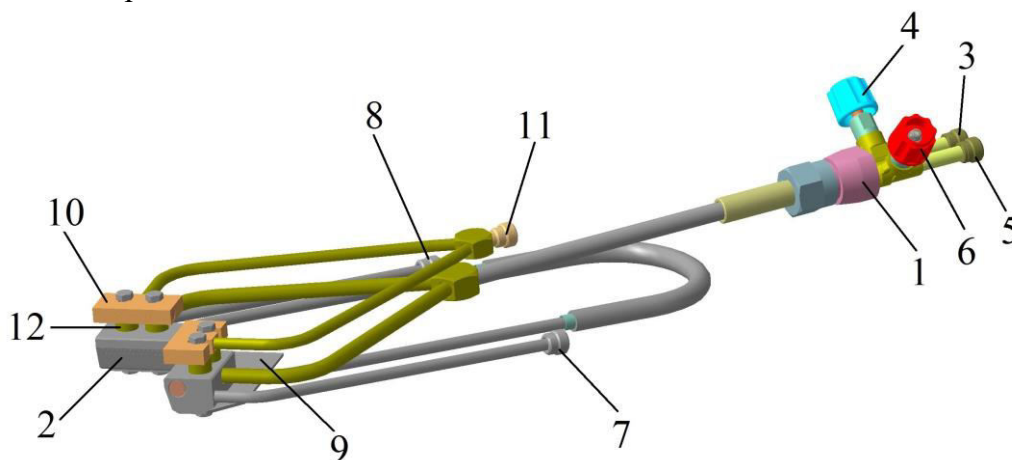

Рис.1. Горелка ГП-3з Угол
4.1 Горелка (рис.1) состоит из ствола 1 и газопламенного наконечника 2 присоединенного с помощью накидной гайки. Наконечник включает в себя трубку, смеситель со съемным инжектором, разветвитель с двумя мундштуками. Мундштуки имеют систему газопламенных сопел и встроенную водяную рубашку охлаждения.